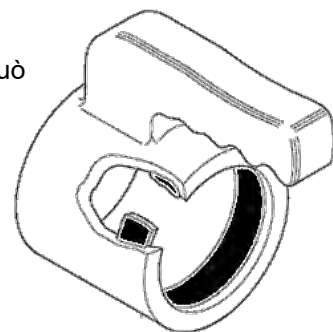

FIGURA 11 – Posizione del silenziatore
1. Ruotare il collare (figura 11) per selezionare la direzione.